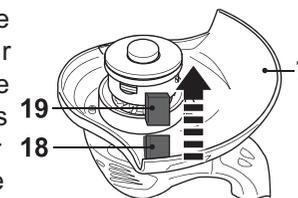

Fig. 10
- > La coque de sécurité [7] comporte une lame [18] servant à trancher le fil de coupe [17] en cas de besoin (Fig. 10). Enlevez toujours la protection [19] avant d'utiliser l'appareil, et remettez-la en place une fois le travail terminé.